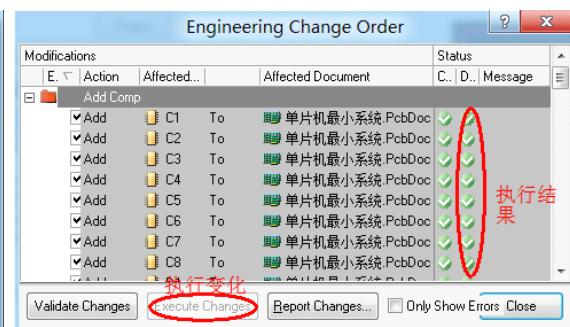

图 6-6.68 执行变化
**Step3:** 在图 66 中如果有错，返回原理图进行修改；如果没有错误，则执行变化，如图 6-6.68 所示。